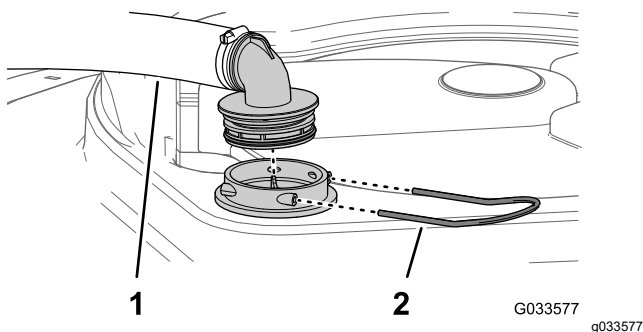

Figura 104
2. La partea de sus a rezervorului de pulverizare, îndepărtați opritorul care fixează racordul de furtun atașat la furtunul mare de la carcasa filtrului (Figura 104).
3. Îndepărtați furtunul și racordul pentru furtun de la carcasa filtrului (Figura 104).